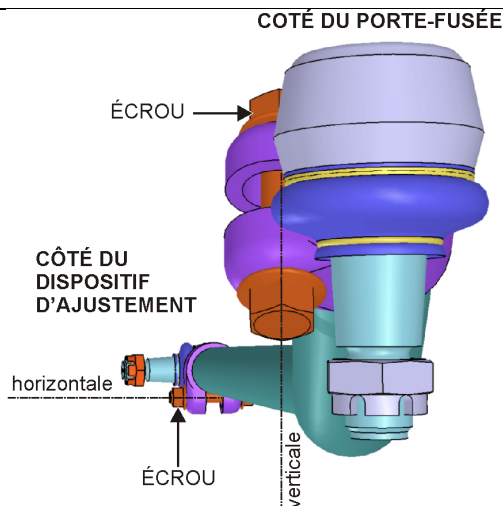

FIGURE 7: NOTEZ L'ORIENTATION VERTICALE DE LA VIS AU JOINT COUDÉ ET DE QUEL CÔTÉ EST PLACÉ L'ÉCROU.
10. Pour prévenir des interférences entre les vis de colliers de serrage et les autres composantes de la direction, la vis doit être orientée tel qu'indiqué à la FIGURE 7. **Serrer l'écrou à 118-133 lb-pi.**